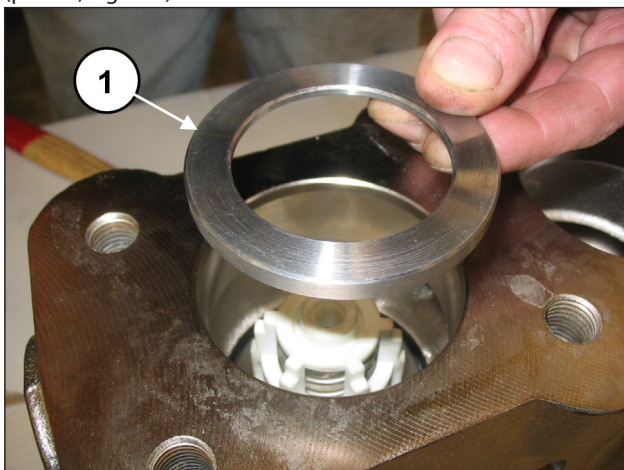
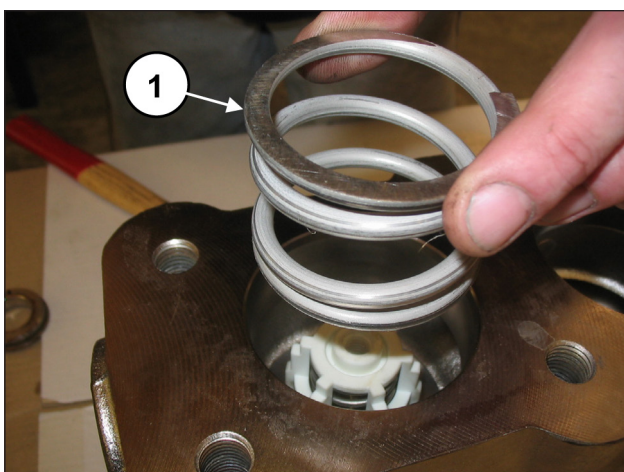

Fig. 129
Fig. 130
Inserire l'anello sede valvola (pos. ①, Fig. 129) e la molla (pos. ①, Fig. 130).